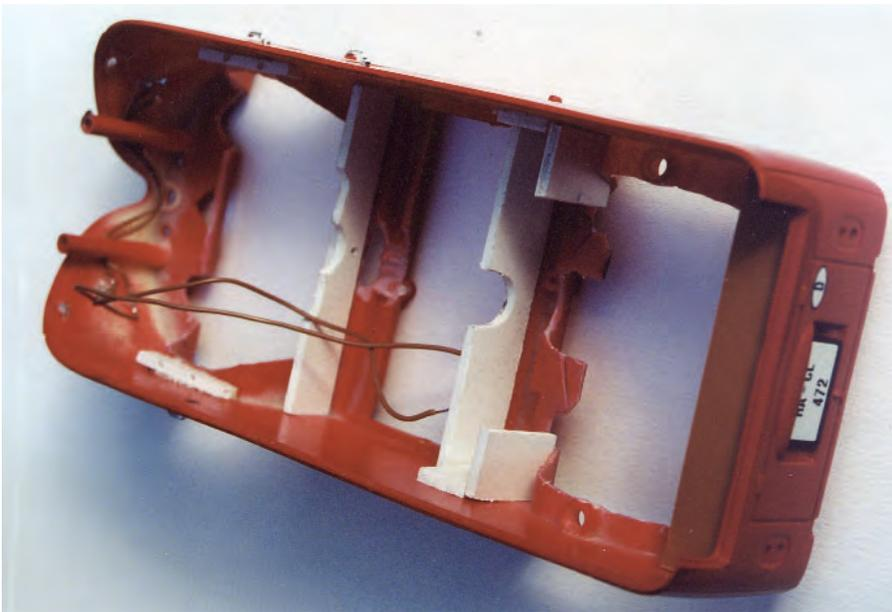

Abb. 1: Chassis mit eingeklebten Motorträgern (vorderer Träger mit Bohrung für Motorzapfen)
Zuerst wird das Solido-Modell auseinander genommen und »entkernt«. Dabei müssen 3 Schrauben gelöst werden, um die obere Metallhälfte von der unteren Kunststoffhälfte (Chassis) zu trennen. Nach Ausbau der schwarzen Innenverkleidung, ist das Chassis anschließend wie folgt weiter zu bearbeiten (s. Abb.1):
- ◆ Einbau von 2 senkrechten, entsprechend angepassten Polystyrol-Streifen (Länge 78,5 mm, Breite 12 bzw. 16 mm) als Motorträger auf den beiden Querträgern der Bodengruppe. Bei dem vorderen Motorträger darf eine Bohrung zur Aufnahme eines Motorzapfens nicht vergessen werden (s. Abb. 1).
Zum Einbau einer elektrischen Beleuchtung werden an der Frontseite die Scheinwerfergläser und die silbernen Randeinfassungen, am Heck die roten Heck Rücklichter plus Randeinfassungen demontiert. Anschließend werden in der Mitte der Lampenpositionen Löcher von 4 mm Durchmesser in das Chassis gebohrt, in die von innen 5 Volt-Steckglühbirnen eingesetzt werden. An die 2 vorderen und an die 2 hinteren Glühbirnen werden jeweils ca. 10 cm lange Kabel angelötet (s. Abb. 1), die dann – nach Montage der beiden Tragplatten – mit dem Spannungskonstanthalter über eine 2-polige Schraubklemme verbunden